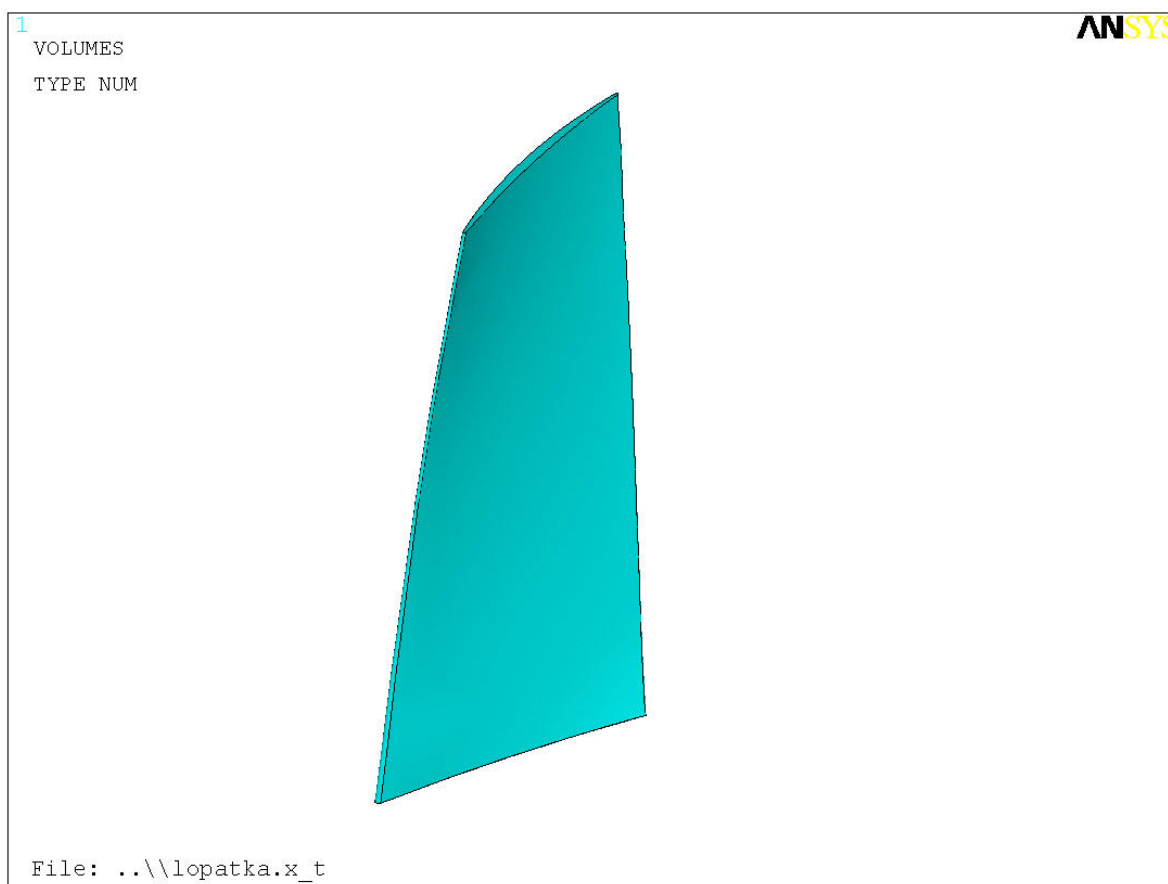

Рис. 8.1. Объемная модель лопатки
2) Отобразите объем лопатки: MM → PlotCtrls → Style → Solid Model Facets, в окне Style of area and volume plots выберите Normal Faceting. На экране появится 3D-модель лопатки (рис. 8.1);